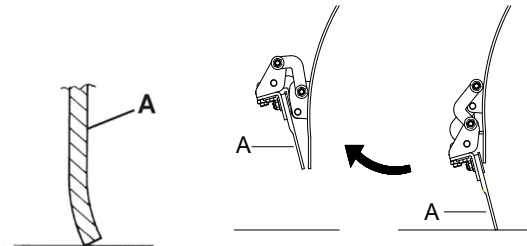

Рис. 36
- Передний скребок (А, рис. 36) слегка касается земли.
12. Нажмите на педаль заслонки и убедитесь, что передний скребок (А, рис. 36) поднят; затем отпустите педаль и проверьте, что скребок не остается в промежуточном положении, а возвращается в исходное положение. При необходимости регулировки или замены троса управления передним скребком см. руководство по сервисному обслуживанию.